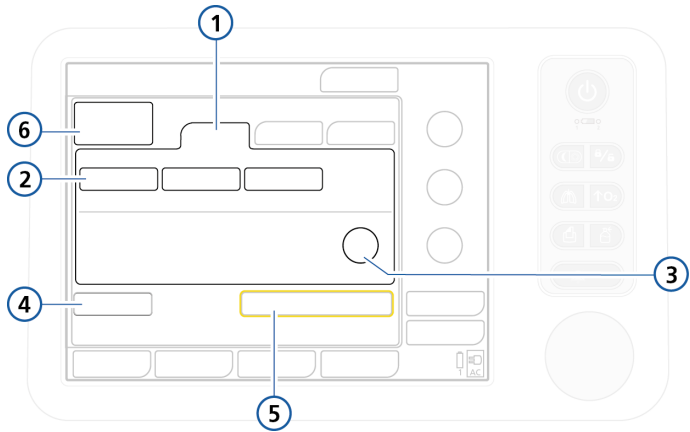

图 5-2. 新生儿病人组（待机窗口）
1. 在“待机”窗口中触摸**新生儿**选项卡。请参阅图 5-2。
在图 5-2 中，按钮的标签为**新生儿 1**、**新生儿 2**和**新生儿 3**。（按钮名称可在配置期间更改。）这些设置可在“配置”中定义（第 1.6 节）。快速设置可让您指定默认选项，包括要使用的通气模式。